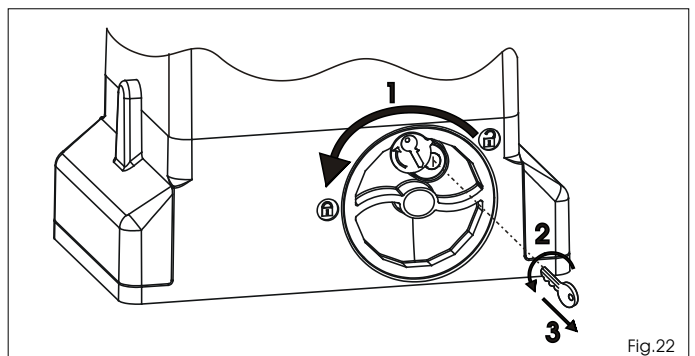

Fig. 22
- 1) Draai het ontgrendelingsysteem tegen de wijzers van de klok in tot aan de aanslag, Fig. 22 ref.1.
- 2) Draai de sleutel tegen de wijzers van de klok in en trek hem uit het slot, Fig. 22 ref. 2 en 3.